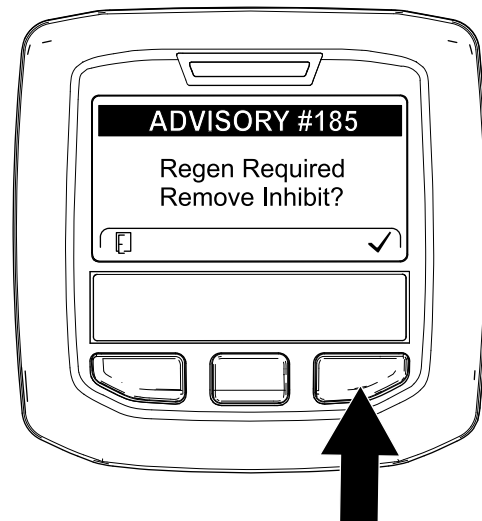

Bild 46
**Hinweis:** Wenn INHIBIT REGEN. auf ON eingestellt ist, wird im InfoCenter ADVISORY #185 angezeigt (Bild 46). Drücken Sie die Taste 3, um die Einstellung für das Verhindern der Regenerierung auf OFF einzustellen und die Zurücksetzen-Regenerierung fortzusetzen.